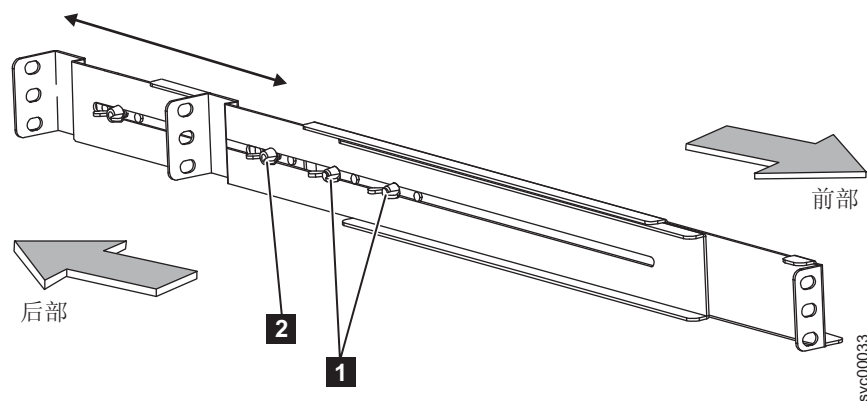

图 9. 调节 2145 UPS-1U 上导轨的长度
4. 拧松两个导轨组合件上的组合件翼形螺帽（图 9 中的 **1**），然后调节导轨的长度使其与机架深度相同。调整完深度后，尽力拧紧组合件翼形螺母，但仍保留一定的可活动空间。